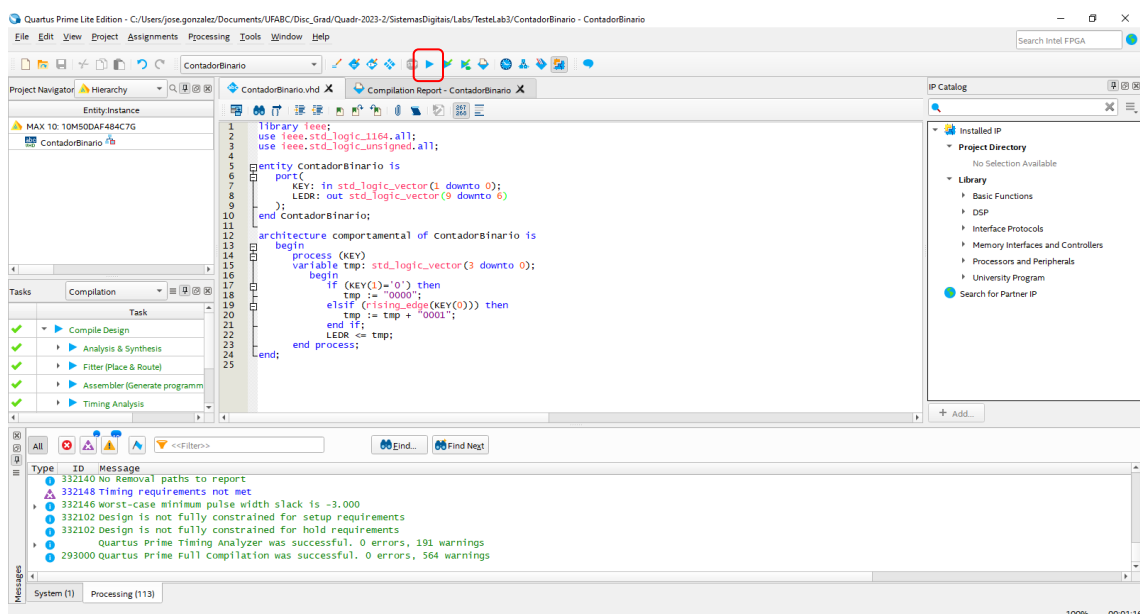

Fig. 4 – Para compilar o projeto, clicar no triângulo azul (“*Start Compilation*”).
7. Depois destas etapas, podemos fazer a compilação do projeto. Dê um clique no triângulo azul (“*Start Compilation*”) que aparece na parte superior do *Quartus Prime Lite* (veja Fig. 4).